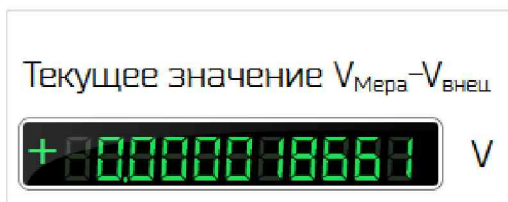

Рисунок 31 – Индикатор текущего значения разности напряжений  $V_{\text{Мера}} - V_{\text{Внеш}}$
5.3.7 На индикаторе «Текущее значение  $V_{\text{Мера}} - V_{\text{Внеш}}$ » (рисунок 31) отображается измеренное компаратором значение разности напряжений  $V_{\text{Мера}} - V_{\text{Внеш}}$ . Показания меняются через 1 с.
5.3.9 На индикаторе рис. 31 появится пересчитанное значение разности напряжений  $V_{\text{Мера}} - V_{\text{Внеш}}$ .